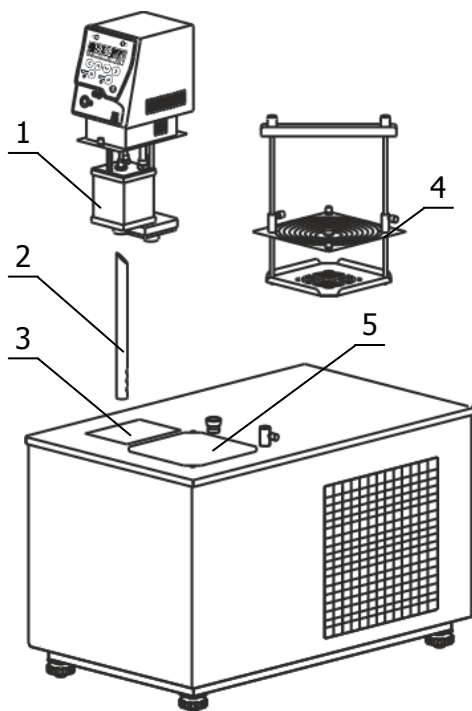

Рисунок 3 — Установка блока регулирования
2.2.3 Выходную трубку насоса 2 (рисунок 3) вставить в резервуар 1 косым срезом до упора. Три выходных отверстия трубки должны быть направлены в центр рабочей ванны после установки блока регулирования. Трубку зафиксировать винтом.
2.2.5 Заполнить ванну термостата теплоносителем через отверстие над рабочей зоной 5 (рисунок 3). Температурный диапазон применения теплоносителя должен соответствовать значениям, указанным в 1.2.6. Уровень теплоносителя в ванне должен быть ниже уровня крышки на 10–20 мм.
2.2.9 Причина отсутствия перемешивания — неправильная работа насоса, вызванная воздушной пробкой, образовавшейся в резервуаре 1 (рисунок 3). Для ее устранения необходимо:
- несколько раз вынуть из ванны и погрузить обратно блок регулирования температуры для вытеснения воздушной пробки из резервуара 1 (рисунок 3);
2.2.10 Установить корзину 4 (рисунок 3) в отверстие над рабочей зоной 5 и закрепить на крышке ванны винтами из комплекта поставки.